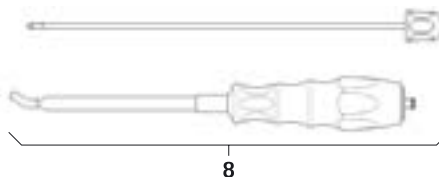

Afb. 2
- Demonteer de distractor 7 met de distractiebladen, zie Afb. 2: druk de schuifkoppeling B in en verwijder het distractieblad FW239R.